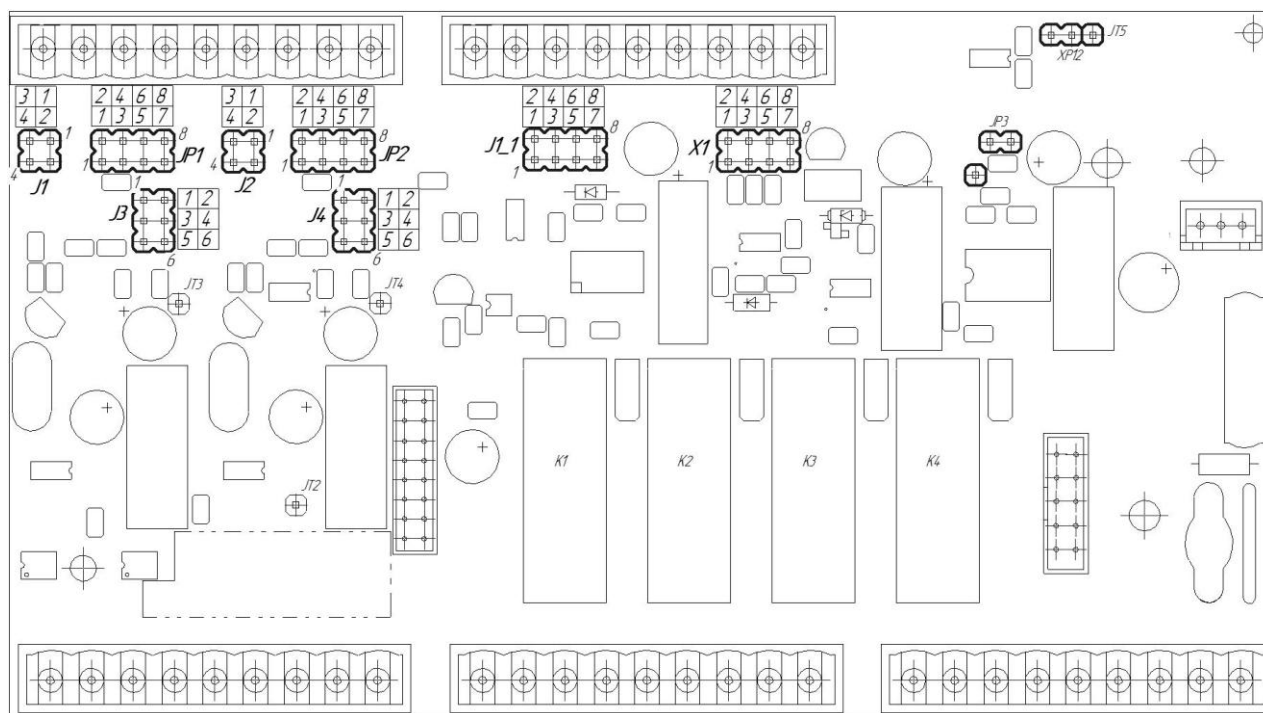

Рисунок 4.6 – Положення перемичок на платі входів
- встановити положення переминок на модулі універсальних входів у положення згідно з вибраним типом вхідного сигналу (таблиця 4.3, рисунок 4.6).
Діапазон аналогових виходів АО1 і АО2 налаштовується перемичками X1 і J1_1 (див. рис. 4.6) на модулі універсальних входів/виходів. Типи вихідного сигналу та відповідні положення перемичок наведені у таблиці 4.4.